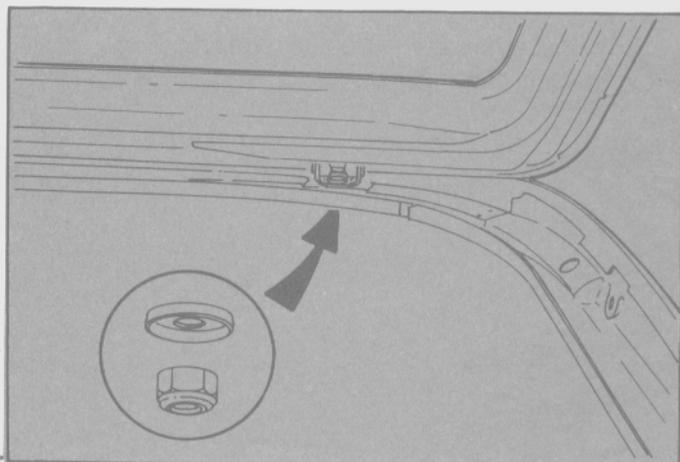

Fig. 321
- Retirar las tuercas y arandelas superiores de las bisagras (Fig. 321).